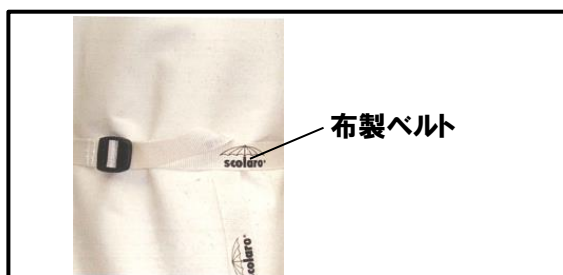

図.1-2
- ③ パラソルを固定している布製ベルトをほどき、骨またはキャンバス (生地) を揺すってねじれを取り除きます。(図.1-2)
- ④ パラソル中心部から伸びているひもをゆっくりとひっぱりパラソルを開きます。